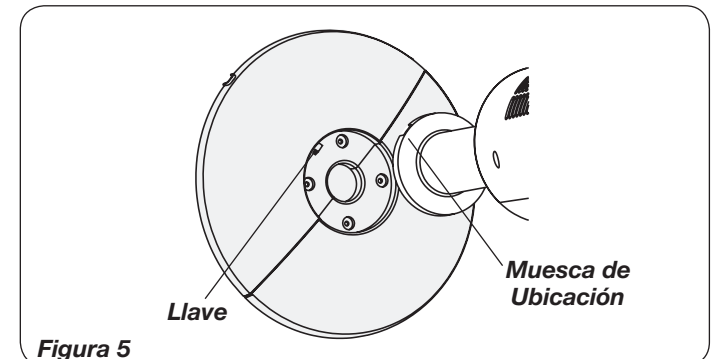
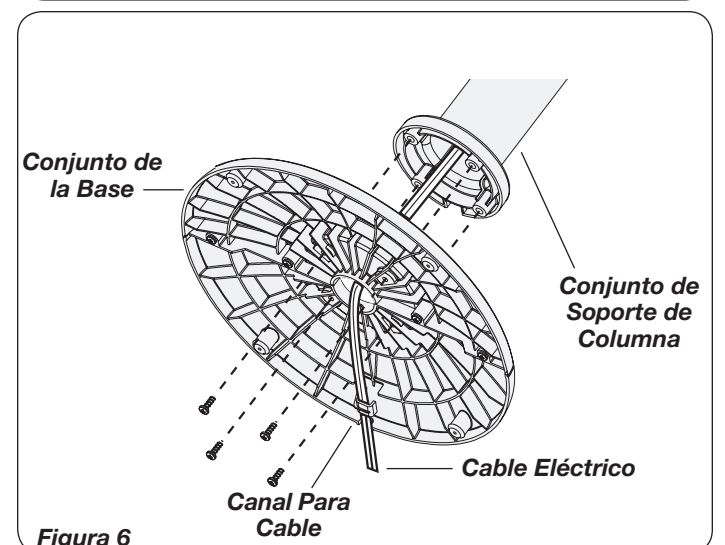

Figura 5
Figura 6
- Alinee el **Conjunto de la Base** con el **Conjunto de Soporte de Columna**. Cerciérese de que la **Muesca de Ubicación** en el **Conjunto de Soporte de Columna** quede alineada con la **Llave** en el **Conjunto de la Base** (Figura 5). Una el **Conjunto de la Base** al **Conjunto de Soporte de Columna** con (4) tornillos M5 X 13 mm. Jale suavemente el **Cable Eléctrico** para que no quede holgado, y colóquelo en el **Canal Para Cable** del **Conjunto de la Base**. (Figura 6)